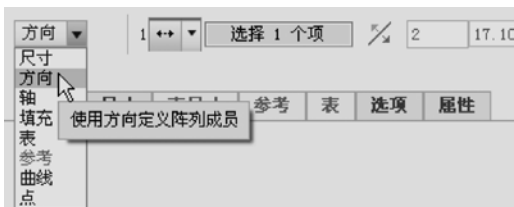

图 5-30 将“阵列类型”设置为“方向”
- 4 在“阵列”选项卡的“阵列类型”选项下拉列表框中选择“方向”，如图 5-30 所示。